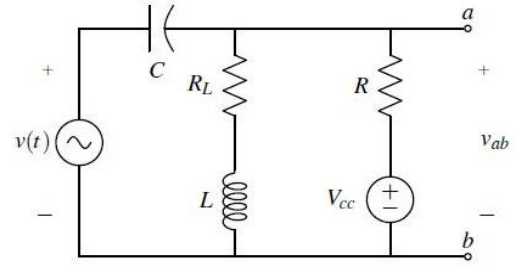

Figura 3: Circuito del numeral 2.3
2.3. Utilizando la configuración de la figura 3, diseñar un circuito para ensamblar en el laboratorio. Para el diseño, tenga en cuenta los elementos disponibles en el almacén. Para $v(t)$ utilizar una fuente sinusoidal con frecuencia en el rango $400 \leq f \leq 600$ Hz y valor pico entre 2 y 5 V. Los parámetros R_L y L corresponden a una bobina de núcleo de aire. Tenga en cuenta que, la respuesta del voltaje v_{ab} es de la forma,